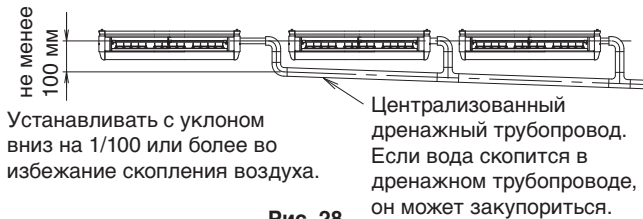

Рис. 28
- Во избежание воздействия чрезмерного усилия на сливной шланг (1) его не следует сгибать или скручивать. (В противном случае это может привести к утечке воды).
- При прокладке централизованного дренажного трубопровода следуйте рекомендациям, приведенным на рис. 28. Толщина централизованного дренажного трубопровода должна соответствовать производительности внутреннего блока, который к нему будет подключаться. (см. технический документ)